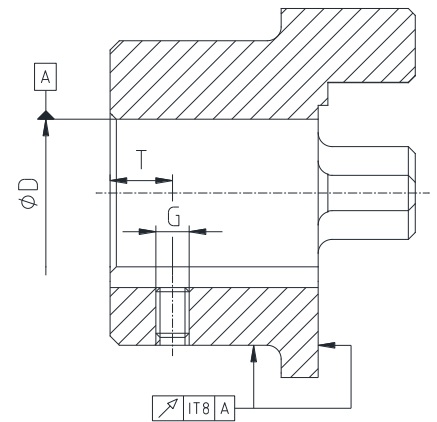

Fig. 5 : Concentricité et perpendicularité
- Si le client réalise l'alésage du moyeu, il faut qu'il respecte précisément concentricité et perpendicularité (fig. 5).
- Prévoyez une vis sans tête selon la norme DIN EN ISO 4029 ou une rondelle d'arrêt pour la fixation axiale des moyeux (voir figure 5 et tableau 4).